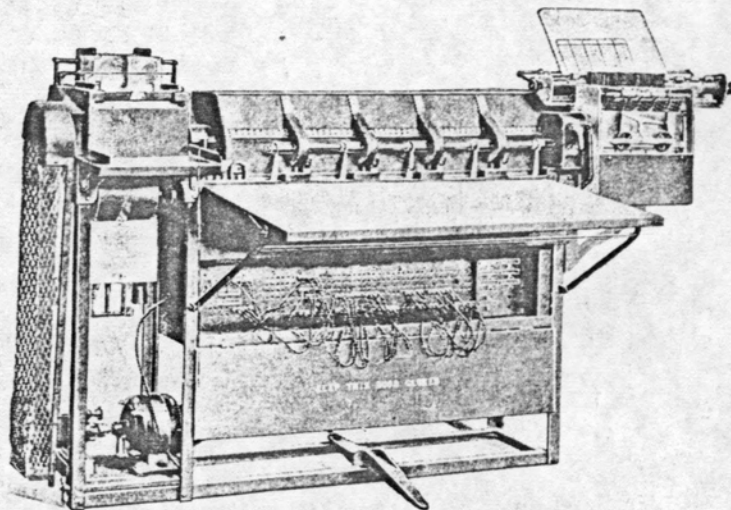
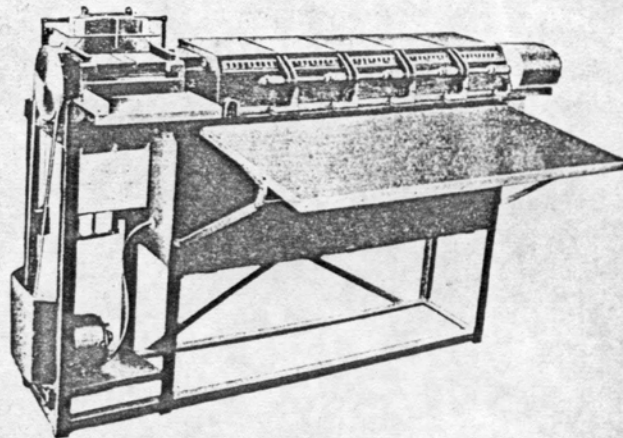

Fig. 4. — Tabulatrice Hellerith imprimante.
Fig. 5. — Tabulatrice Hollerith non imprimante.
*Tabulatrices*. — Il y a deux tabulatrices, l'une imprimante (fig. 4), l'autre non (fig. 5). Elles possèdent 5 compteurs ; chaque compteur possède 9 roues chiffreuses, soit 8 roues actives, la dernière servant uniquement pour les reports. De plus, la machine imprimante possède deux secteurs d'impression pour les indications hors calcul.
au centre de la machine imprimante (fig. 4) : tout à fait à droite, on aperçoit la feuille sur laquelle la machine imprime les nombres en cinq colonnes.